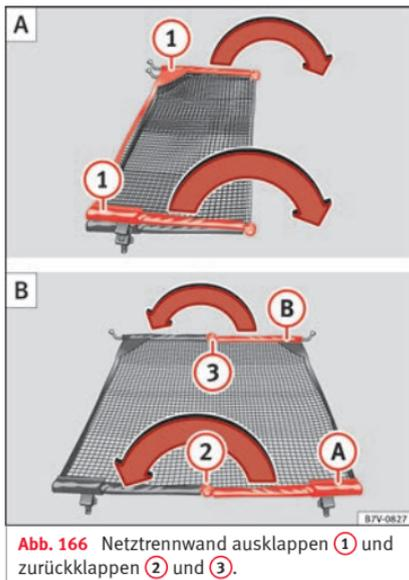

Abb. 166 Netztrennwand ausklappen ① und zurückklappen ② und ③.
Querstangen der Netztrennwand » Abb. 166 ① in Pfeilrichtung ganz auseinander klappen, bis ein „klickendes“ Geräusch hörbar ist.
- Entriegelungsknopf »» **Abb. 166** ② drücken und Querstange **A** bei gedrücktem Entriegelungsknopf in Pfeilrichtung einklappen.
- Entriegelungsknopf »» **Abb. 166** ③ drücken und Querstange **B** bei gedrücktem Entriegelungsknopf in Pfeilrichtung einklappen.